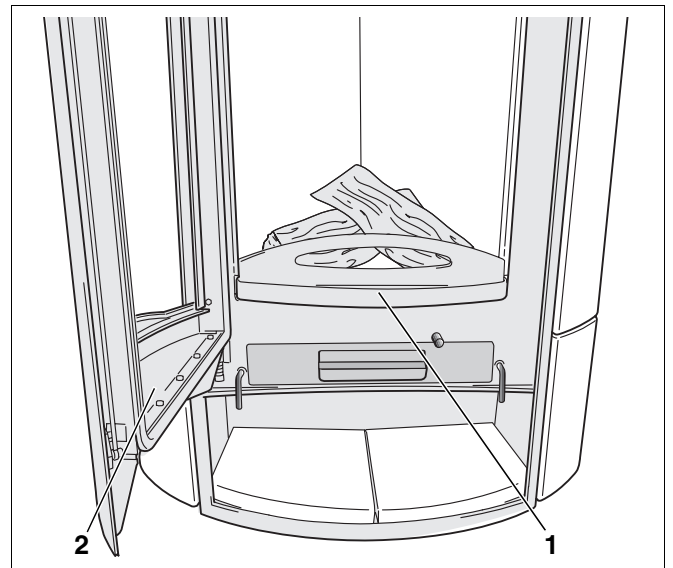

Abb. 18 Feuerraum mit Holzscheiten
- Legen Sie zwei bis drei Holzscheite sowie Kleinholz und Papier oder im Handel erhältliche Zündhilfen auf den Feuerraumboden (Abb. 18, **Pos. 1**). Verwenden Sie auf keinen Fall flüssige Brennstoffe (Benzin, Petroleum oder Ähnliches).
- Schließen Sie die Feuerraumtür (Abb. 18, **Pos. 2**).